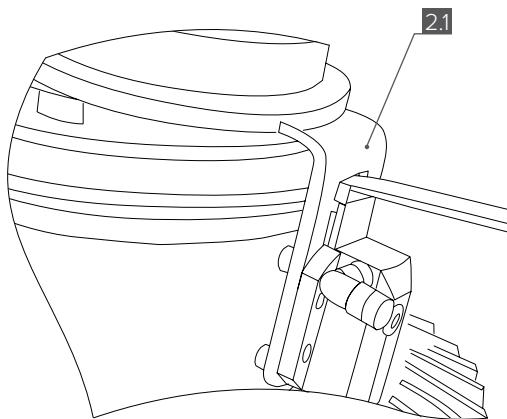

Рис. 7
4.2 Установите корпус подшипника [2.1] на блокировку. Вставьте отвертку в паз вилки привода и приподнимите корпус подшипника. Это приведёт к сжатию пружины, расположенной внутри актуатора, необходимому для установки пневматического привода (**Рис. 7**).